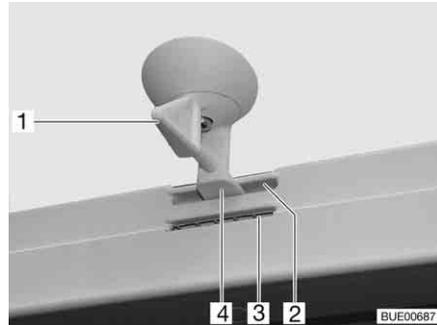
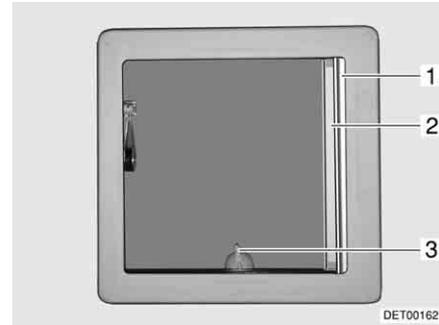

Fig. 45 Oblò inclinabile, bloccaggio
Fig. 46 Oblò inclinabile
- Ruotare la leva (Fig. 45,1 o Fig. 46,3) di un quarto di giro.
- Girare la leva di un quarto di giro. Il bloccaggio (Fig. 45,4) deve entrare nella feritoia inferiore (Fig. 45,3).
- Girare la leva di un quarto di giro. Il bloccaggio (Fig. 45,4) deve entrare nella feritoia superiore (Fig. 45,2).
- Tirare la tendina oscurante pieghevole (Fig. 46,1) fino alla posizione desiderata e rilasciare. La tendina oscurante pieghevole rimane in questa posizione.
- Estrarre la zanzariera a rullo (Fig. 46,2) fino a quando non scatta il bloccaggio dalla parte opposta.